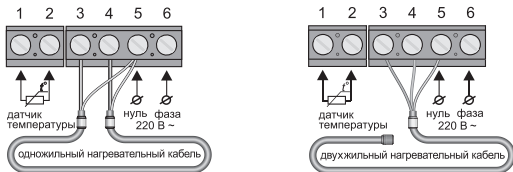

Рис. 12
1. 2-х проводная электрическая сеть (без проводника заземления), – экран нагревательной секции подключается к нейтральному проводнику (N) сети питания, на клемму 5 (рис. 12).